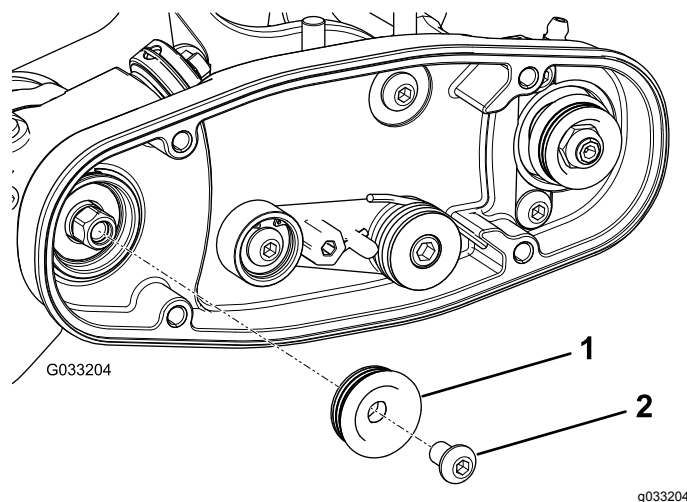

Рисунок 12
2. Установите ведущий шкив на вал механической щетки (Рисунок 12).
3. Нанесите состав 242 Loctite (синий) на болт с внутренним шестигранником и используйте этот болт для крепления шкива к ведущему валу; см. Рисунок 12.